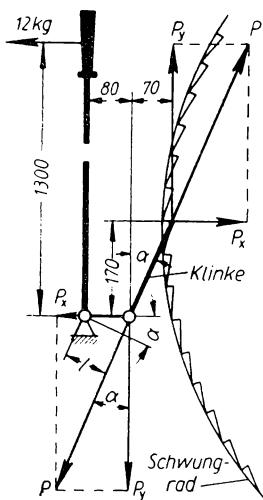

Bild 131
- 266.** Das Schaltwerk einer Dampfmaschine (Bild 131) wird durch eine Kraft 12 kg am Handhebel betätigt. Die Klinke am kurzen Hebelarm greift in einen Zahnkranz des Schwungrades und dreht dieses beim Hin- und Herbewegen des Handhebels von Zahn zu Zahn weiter. Das Schaltwerk wird benutzt, um beim Anlassen der Maschine die Kurbel aus der ungünstigen Totlage in die Anlaufstellung zu bringen, oder zum Antrieb der Maschine beim Auflegen des Riemens oder bei Ausbesserungsarbeiten. — Welche treibende Umfangskraft übt die Klinke am Schwungrad aus?